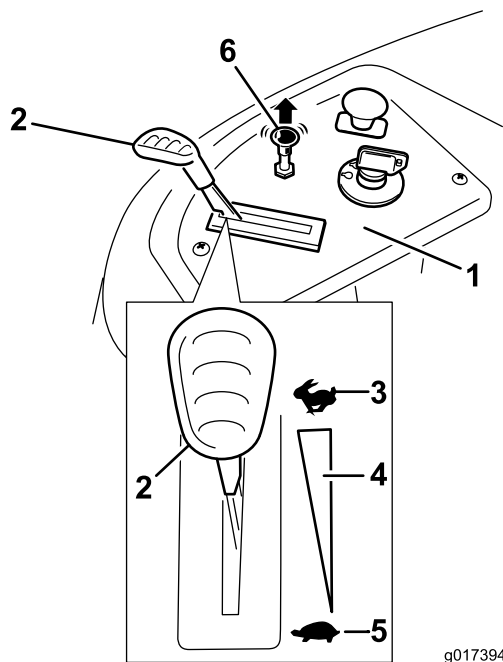

Figura 13
3. Puxe a alavanca do estrangulador do ar antes de ligar um motor frio (Figura 13).
2. Desloque a alavanca do acelerador para a posição Fast (Figura 13).